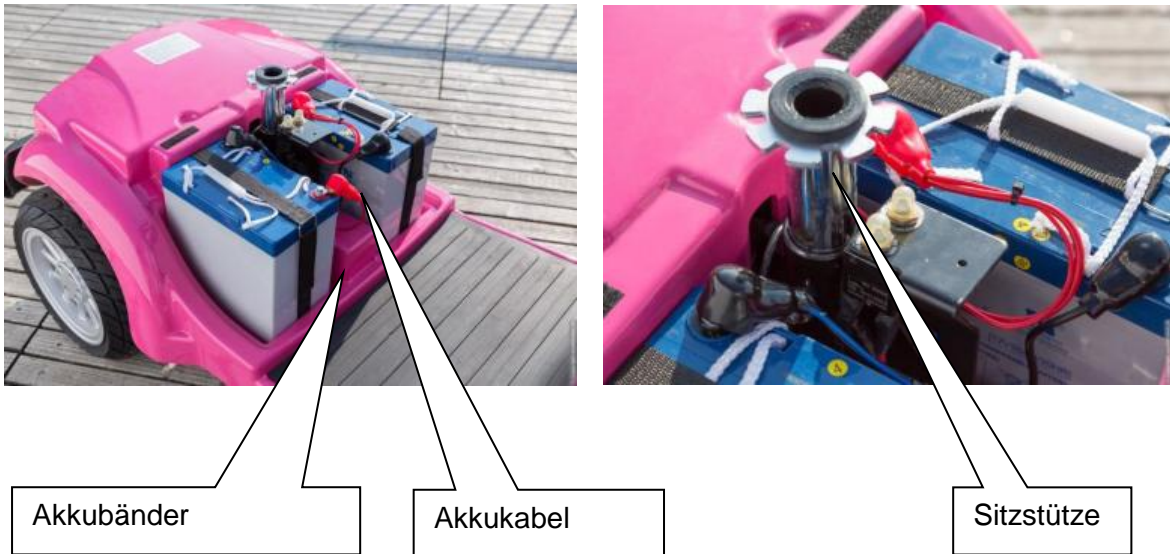

Abbildung 23: Demontage der Akkus und der Sitzstütze
8. Schließen Sie beide Akkukabel an (Abbildung 23 unten).